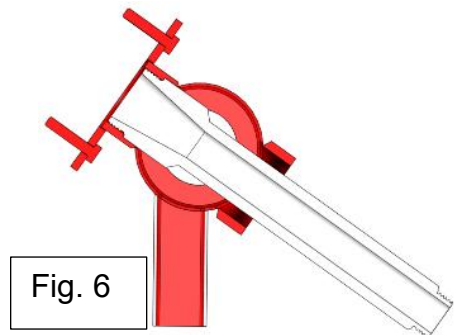

Fig. 6
6. Dévissez le bouchon de vidange Boil Out By-PassMC et vissez le tube de rallonge Boil Out By-PassMC comme illustré dans la Fig. 5. La plus grande extrémité du filetage se visse à l'arrière du collecteur de drainage comme illustré dans la vue en coupe de la Fig. 6.